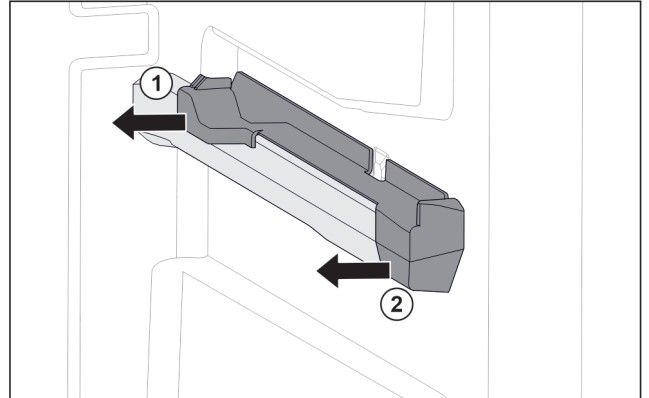

Fig. 59 Aufsteckteil auf der rechten Behälterrippe
- ▶ Aufsteckteil hinten zur Seite abziehen. Fig. 59 (1)
- ▶ Aufsteckteil vorne zur Seite abziehen. Fig. 59 (2)